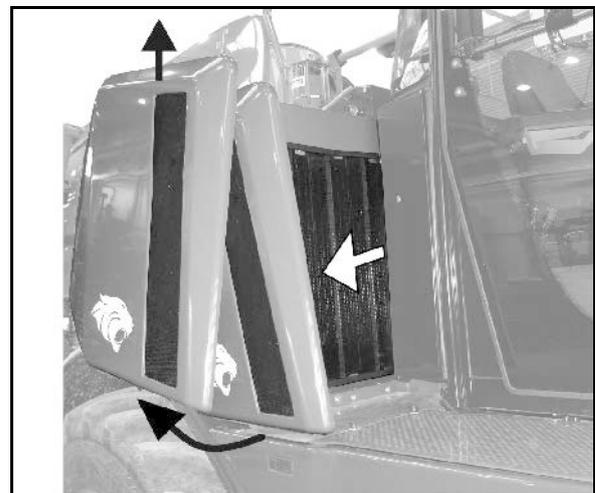

Fig. 173
1. Appuyer sur le galet de tension (Fig. 173/1) à l'aide d'une clé à tube (Fig. 173/3) dans le sens de la flèche jusqu'à pouvoir fixer une goupille de retenue de Ø6mm (Fig. 173/4) dans l'alésage de montage.
La courroie trapézoïdale crantée (Fig. 173/2) est maintenant sans tension.
2. Retirer d'abord la courroie trapézoïdale crantée (Fig. 173/2) du plus petit rouleau du galet de tension.
4. Placer la courroie trapézoïdale crantée neuve (Fig. 173/2).
6. Retendre la courroie trapézoïdale crantée à l'aide du galet de tension et de la clé à tube (Fig. 173/3). S'assurer que la courroie trapézoïdale crantée est correctement positionnée dans son guidage.